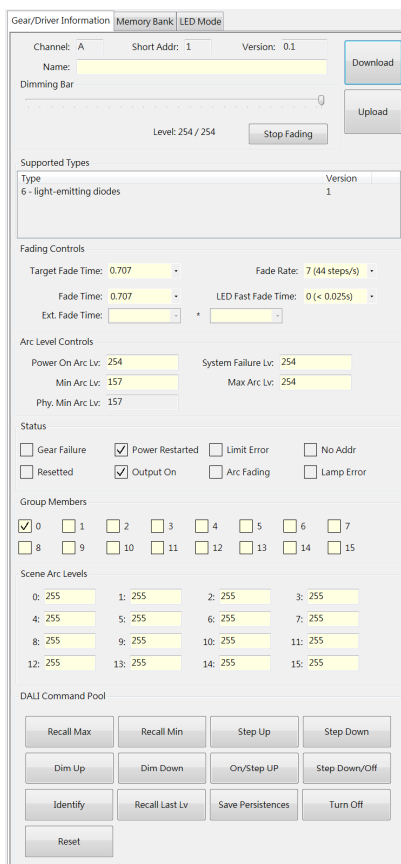

Рис. 10.
9. Выберите в списке устройство, с которым Вы хотите произвести какие-то действия. Откроется вкладка с параметрами. Для считывания текущих параметров из устройства, нажмите кнопку Download (Рис. 10). На этой вкладке можно управлять подключенным устройствам, настраивать группы, сцены и другие параметры DALI устройства. После внесенных изменений нажмите кнопку Upload, чтобы загрузить параметры в контроллер.